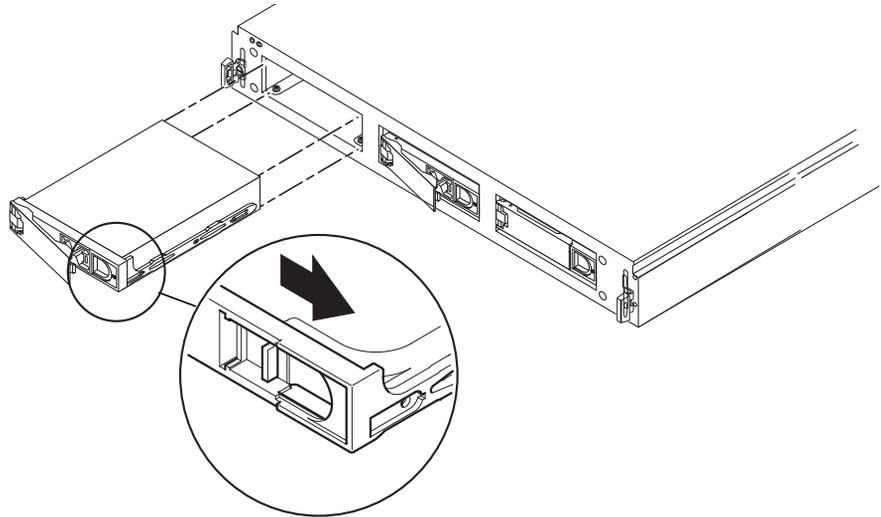

FIGURA 4-3 Rimozione e sostituzione di un'unità disco
4. Sbloccare il supporto di sostegno dell'unità facendo scorrere il fermo nella direzione indicata nella FIGURA 4-3.